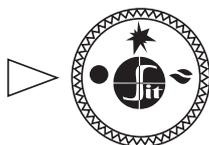

Рис. 9.
- 7.2. В исходном (выключенном) положении ручки управления находится в положении «точка» (рис. 9). Пилотная и основные горелки погашены (подача газа к ним заблокирована).
- 7.5. **Выключение аппарата** производится путем поворота ручки в положение «точка» (рис. 9). При этом пилотная и основные горелки (если горят) погаснут.